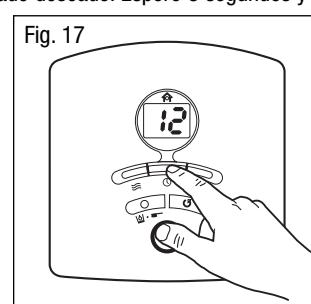

Fig. 17
- Pulse el botón del temporizador (⌚) hacia arriba o abajo para programar el tiempo que desee que su aparato funcione (Fig. 17).